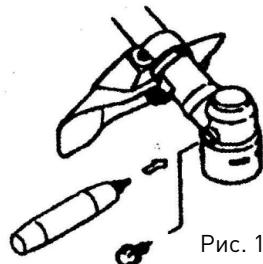

Рис. 10
7.5. Корпус редуктора [рис.10]
После каждого 10 часов эксплуатации триммера бензинового необходимо производить проверку смазки в полости корпуса редуктора. Выкрутите болт сбоку корпуса редуктора (рис.10) и добавьте при необходимости смазку, предназначенную для работы при высоких температурах.